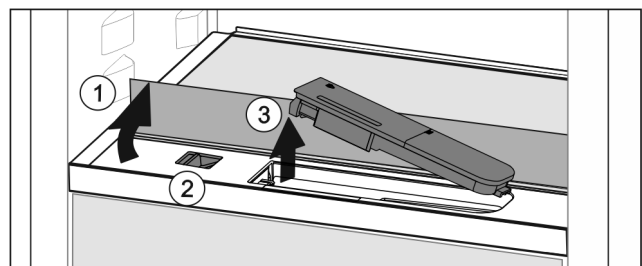

Fig. 43
- ▶ Підняти скляну панель і відкинути до упору назад Fig. 43 (1).
- ▶ Посунути повзунок Fig. 43 (2) уліво.
- ▶ Вийняти бак для води Fig. 43 (3).